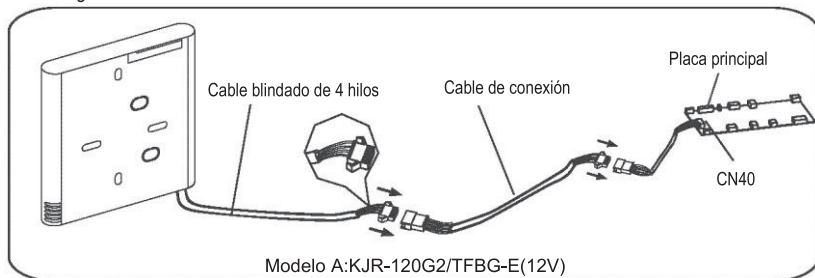

Fig 3-3(A)
- Conecte el conector hembra de la placa base con el conector macho del grupo de cables. (Vea la Fig.3-3(A))